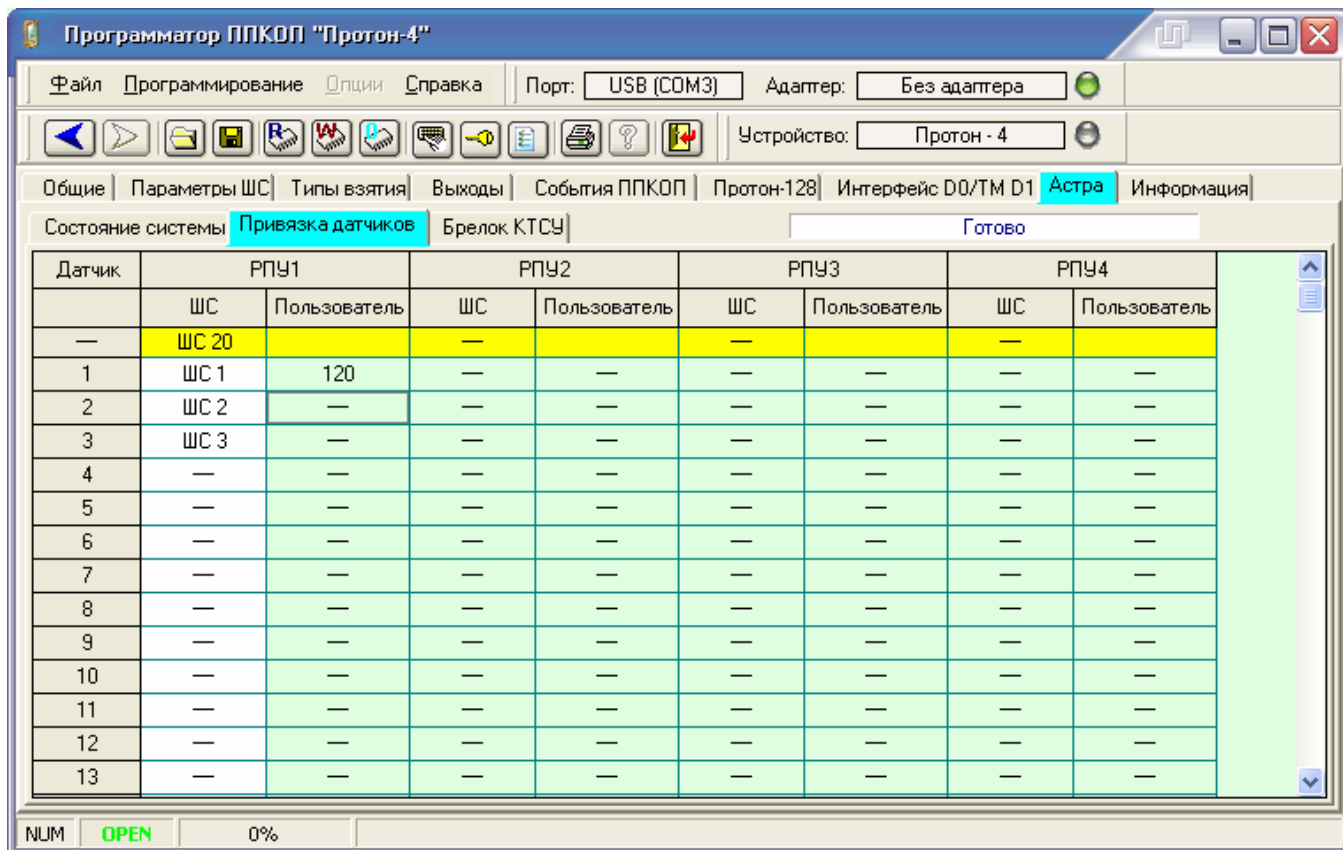

Рисунок 16 - Внешний вид вкладки «Астра. Привязка датчиков»
1. При использовании брелка **Астра КТСУ** для функции тревожной кнопки, необходимо произвести его сопоставление с требуемым номером ШС (столбец «**ШС**» на рис. 16).
2. При использовании брелка **Астра КТСУ** для функции взятия под охрану/снятия с охраны, необходимо произвести его сопоставление с требуемым номером пользователя (столбец «**Пользователь**» на рис. 16).